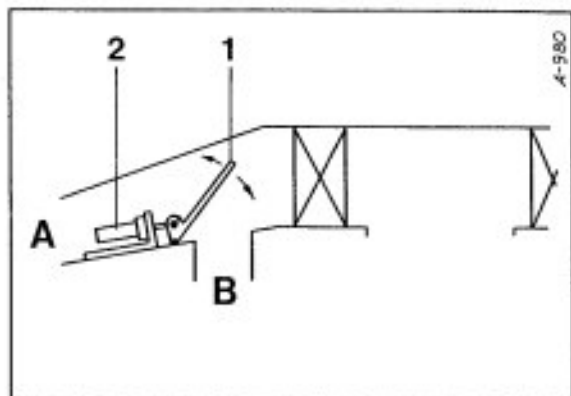

Bild 31 Schema Luftfilter
13. ANSAUGLUFTVORWÄRMUNG (Bild 31)